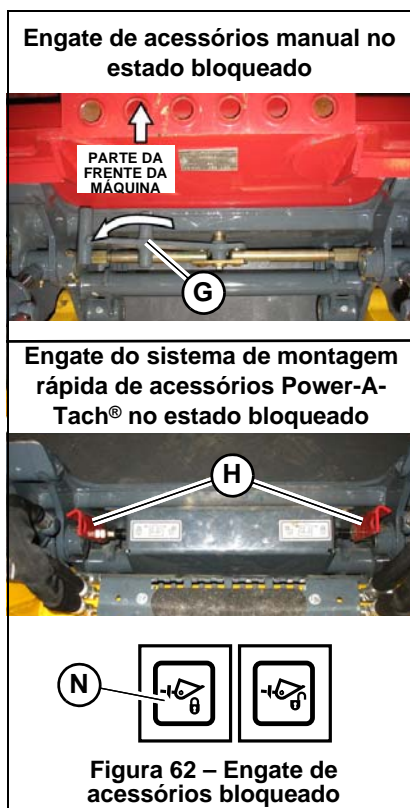

Figura 62 – Engate de acessórios bloqueado
- **Engate manual do sistema All-Tach®:** Mova a alavanca de bloqueio do engate (G) totalmente para a direita.
- **Engate do sistema de montagem rápida de acessórios Power-A-Tach®:** Prima o botão de desbloqueio (I) do sistema Power-A-Tach® no teclado de comando até os indicadores de segurança (H) terem-se movido totalmente para dentro.
3. Desça o braço de elevação de modo a que as patilhas (J) no cimo da placa do acessório fiquem alinhadas mesmo por baixo dos ganchos na traseira do acessório.
4. Incline a placa do acessório para trás até as patilhas (J) no cimo da placa do acessório engatarem contra os ganchos na traseira do acessório.
5. Suba ligeiramente o braço de elevação até o acessório ficar suspenso nos ganchos na parte de trás do acessório e as patilhas (J) estarão firmemente inseridas nos ganchos. Incline a placa do acessório para trás, se necessário, de modo a que a traseira do acessório fique plana contra a placa do acessório.
6. Coloque o bloqueio do acessório na posição bloqueada (Figura 62):
- **Engate manual do sistema All-Tach®:** Realize o procedimento “Procedimento de paragem de segurança obrigatório” na página 14 e desloque a alavanca de bloqueio do engate totalmente para a esquerda (G).
- **Engate do sistema de montagem rápida de acessórios Power-A-Tach®:** Prima o botão de bloqueio (N) do sistema Power-A-Tach® no teclado de comando até os indicadores de segurança (H) terem-se movido totalmente para fora.